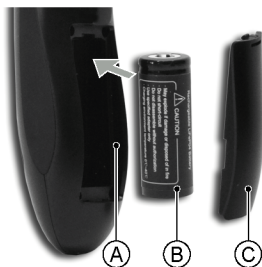

Abbildung 4: Einlegen des Akkus in den hinteren Teil des Haarschneiders.
8. Nehmen Sie die Batteriefachabdeckung vom Batteriefach ab (Figure 4, C). Nehmen Sie den eventuell im Batteriefach vorhandenen Akku heraus (Figure 4, A) und legen Sie stattdessen den wiederaufgeladenen Akku ein (Figure 4, B); beachten Sie dabei die Position des Batteriepol  $\oplus$  (Batteriepol nach oben gerichtet). Schließen Sie die Batteriefachabdeckung wieder (Figure 4, C).